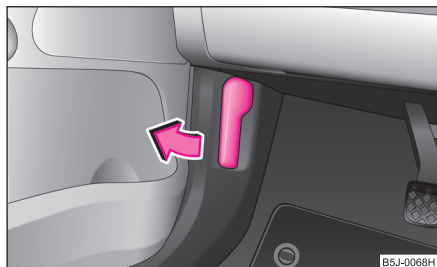

Fig. 154 Manette de déverrouillage du capot moteur
- Tirez sur la manette de déverrouillage à gauche sous le tableau de bord ⇒ fig. 154.
- Déverrouillez le capot-moteur ⇒ fig. 154.